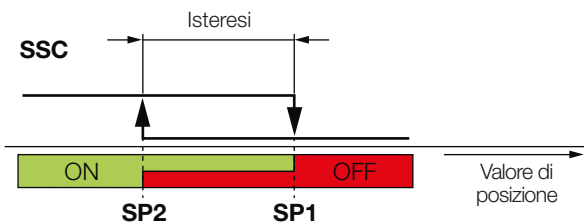

Fig. 6-3: Esempio per riconoscimento presenza in modalità due punti
- modalità a due punti (*two-points mode*, Fig. 6-3): valore: 3